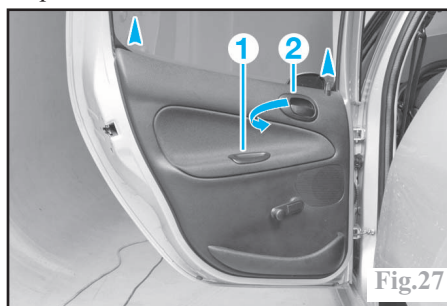

Fig.27
Déposer la vis (1) (Fig.27) de fixation de poignée de porte puis la déposer.